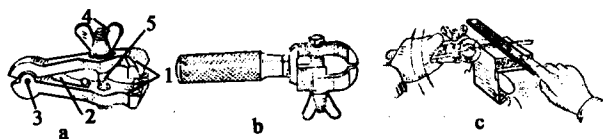

图 1-2 手虎钳
(1) 手虎钳(又称手拿钳):是用来夹持轻巧工件(小型和薄板工件)进行钻孔加工的一种手持工具。使用时,调整螺丝就可把工件夹紧或松开,其结构见图 1-2。另外还